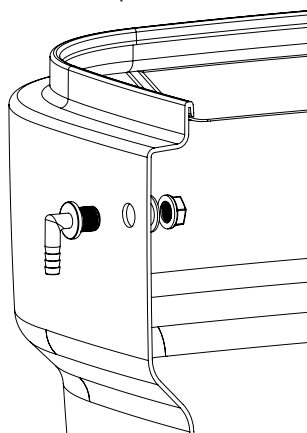

Рис. 4 – Установка переливной патрубку
6. Установите в отверстие на солевом баке переливной уголок (Рис. 4);